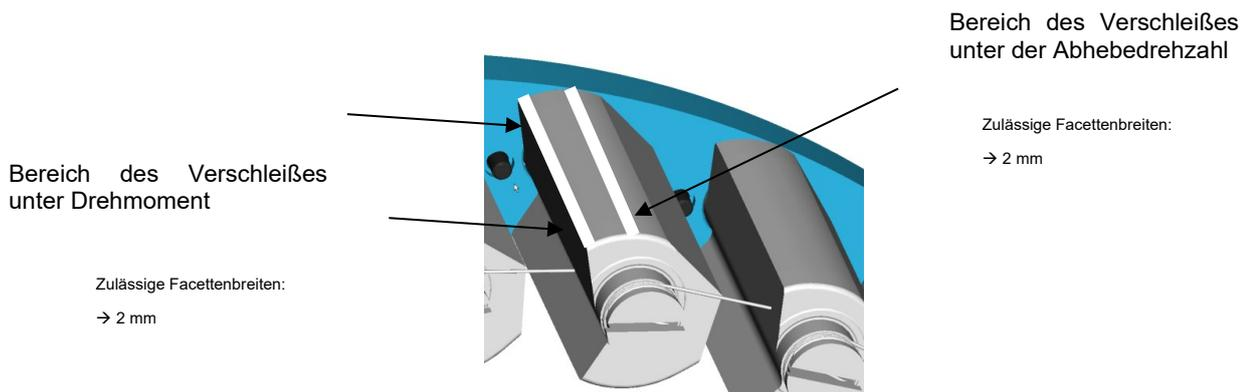

Abbildung 8: Verschleißzonen
- Außenring (1), Innenring (2) und Käfig (8) mit einem Industriereiniger auf Petroleumbasis vorreinigen und mit einem Reiniger auf Acetonbasis entfetten.
- maximale Breite der Verschleißfacette auf den Klemmkörpern (siehe Abbildung 8)